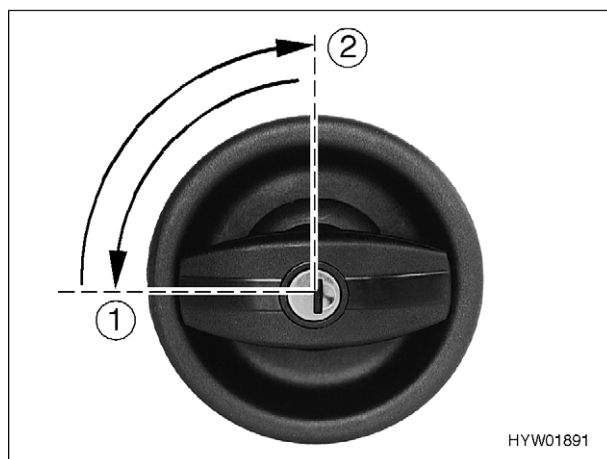

Fig. 11 Serratura della porta di ingresso, lato esterno, bloccaggio
- Inserire la chiave nel cilindro della serratura e girare in senso antiorario di un quarto di giro (Fig. 11,1).
- Riportare la chiave in posizione centrale (Fig. 11,2) ed estrarla.